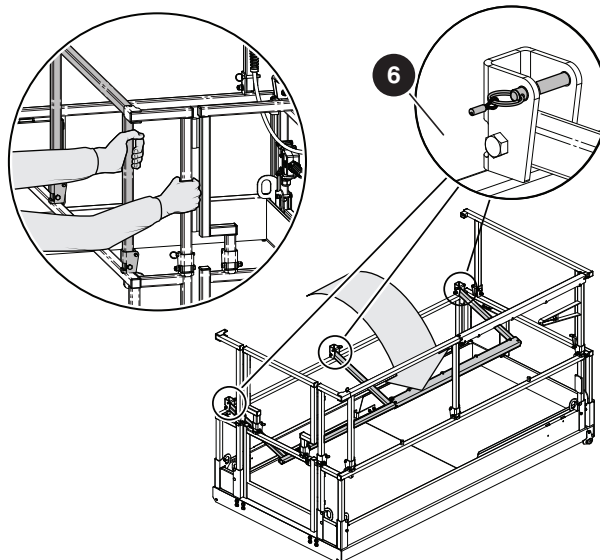

Abbildung 3-19. Klappen Sie das linke Schutzgeländer nach unten.
5. Gehen Sie zur linken Seite der MEWP. Entfernen Sie die vorderen und mittleren Bolzen des mittleren Geländers. Entfernen Sie dann den hinteren Bolzen. Halten Sie die vertikale Stange des Verlängerungsschutzgeländers mit einer Hand und klappen Sie das linke Schutzgeländer mit der anderen Hand nach unten (die Handpositionen können Sie Abbildung 3-19 entnehmen). Verriegeln Sie sie durch Installation der Bolzen des mittleren Geländers ⑥. Sicherstellen, dass die Arretierkugel des Bolzens vollständig durchgesteckt ist.
6. Gehen Sie zur rechten Seite der mobilen Hubarbeitsbühne. Entfernen Sie die vorderen und mittleren Bolzen des mittleren Geländers. Entfernen Sie dann den hinteren Bolzen. Halten Sie die vertikale Stange des Verlängerungsschutzgeländers mit einer Hand und klappen Sie das rechte Schutzgeländer mit der anderen Hand nach unten (die Handpositionen können Sie Abbildung 3-19 entnehmen). Verriegeln Sie sie durch Installation der Bolzen des mittleren Geländers ⑦. Sicherstellen, dass die Arretierkugel des Bolzens vollständig durchgesteckt ist.